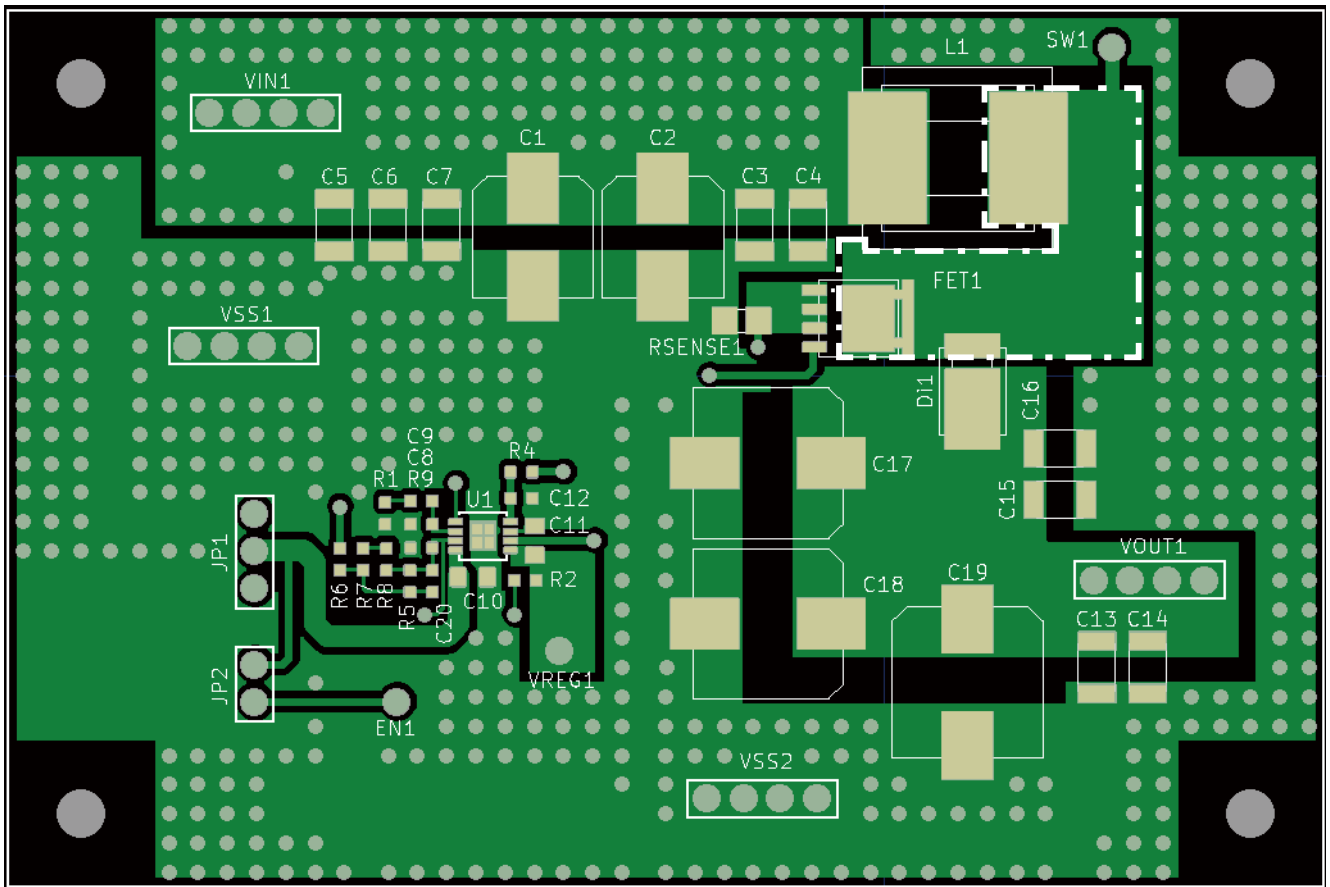

图15 参考基板格式
- 为了降低诱导性高频噪声，请尽量缩小切换节点 (SW1) 的布线面积 ("图15 参考基板格式" 的点线所示区域)。